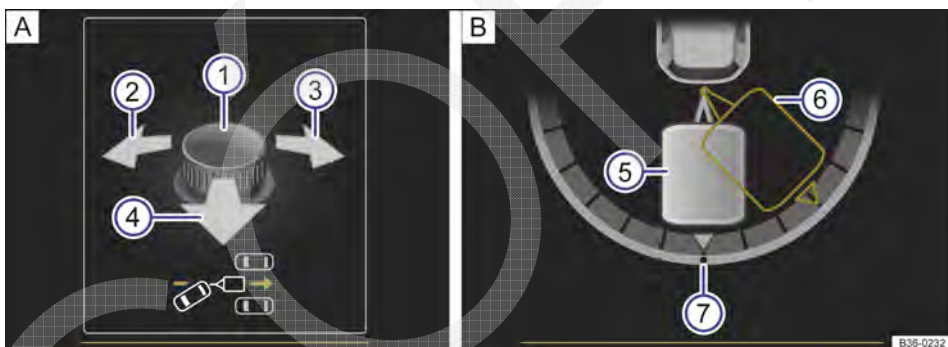

Fig. 208 No display do instrumento combinado, comandar o assistente de manobras do reboque: **A** ajustar ângulo; **B** conduzir em marcha a ré.
Legenda para Fig. 208:
- O assistente de manobras do reboque guia o reboque automaticamente para a direção ajustada → Fig. 208. O condutor comanda os pedais.
- Rebater o botão rotativo girado no sentido desejado até que o sentido desejado seja alcançado → Fig. 208 .